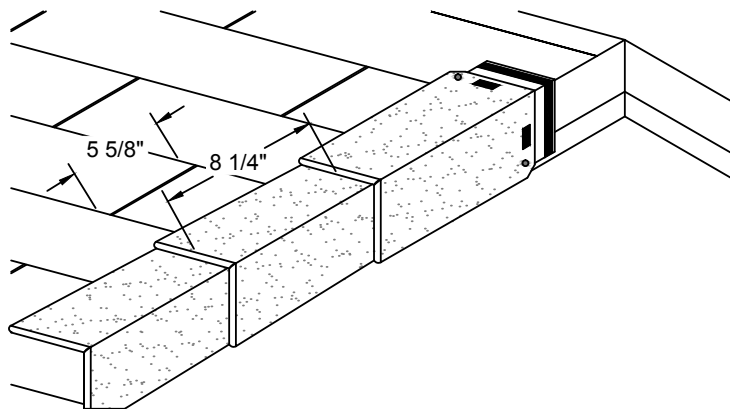

Figura 13 - Aplicación de las tejas EZ-Ridge® en los bordes de faldón del techo
2. Coloque el extremo terminado de alto perfil de las tejas EZ-Ridge® en la posición más baja (vea la Figura 13).